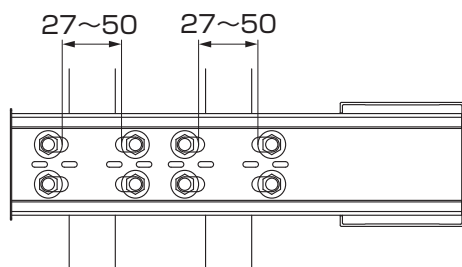

図5-1
- ①ガイドローラーセットを取付け、引戸本体の幅に合わせてガイドローラーの幅を調整してください。(図5-1、図5-3参照)